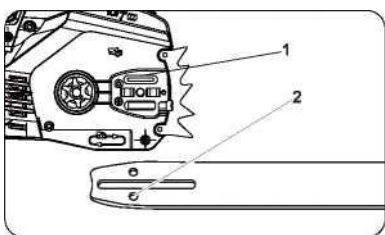

рис. 18
Для забезпечення бездоганної роботи масляного насоса необхідно періодично чистити маслопровідний паз (1) і маслоподавальний отвір в шині пили (2) . (рис.18)